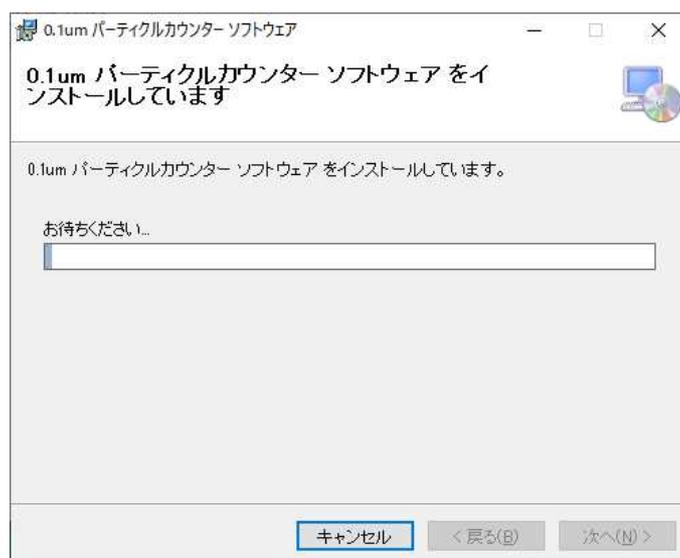

図 2-4 インストール中画面
4) 次へ (N) をクリックすると、図 2-4 が表示されます :